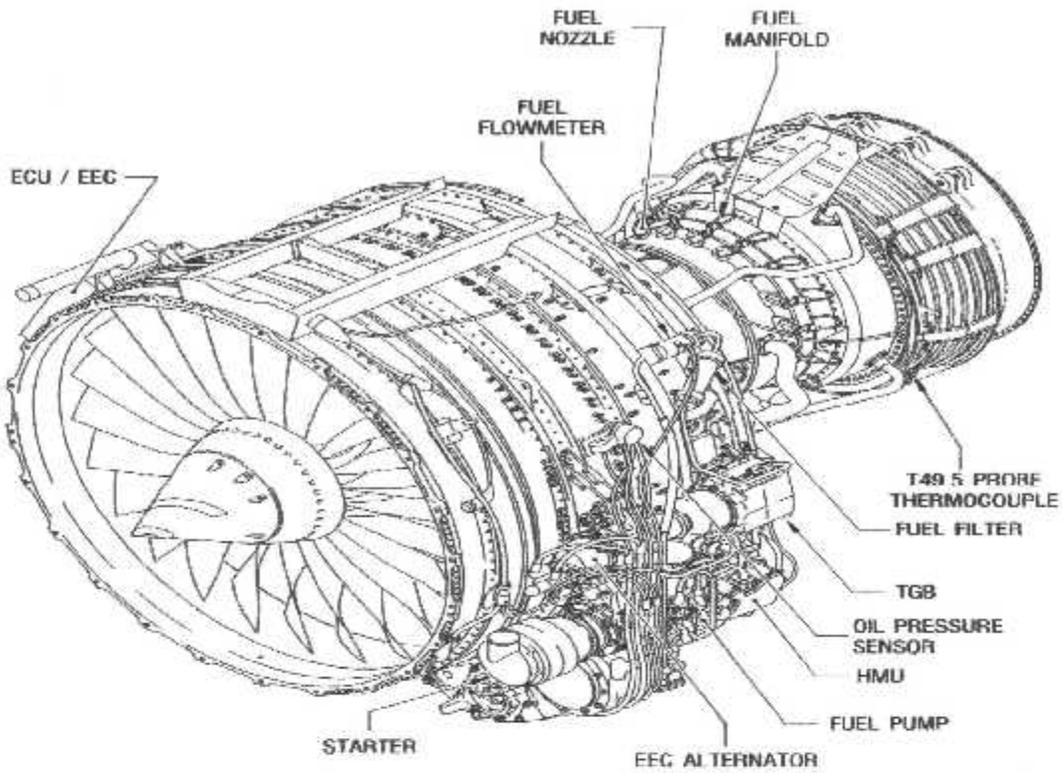

Fig. I. 1 : Vue Avant du Moteur CFM56-7B.
- Un système de commande d'accessoires qui fournit la puissance nécessaire à l'entraînement des accessoires d'avion montés sur le moteur (fig. I. 1), et (fig. I. 2).